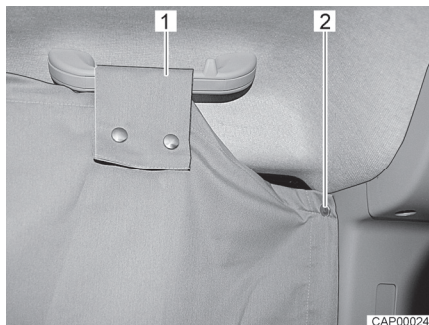

Fig. 14 Oscurante per cabina di guida sul finestrino laterale
- Fissare l'oscurante per cabina di guida su un lato della cabina di guida. A tale scopo, fissare due bottoni a pressione (Fig. 14,2) dietro il finestrino laterale, sul montante B.
- Guidare l'asola (Fig. 14,1) sopra l'impugnatura fino a portarla sopra il finestrino laterale e fissarla con i bottoni a pressione.